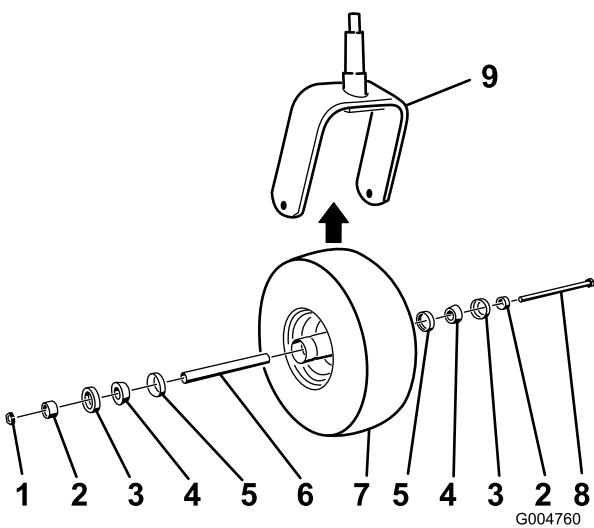

Bild 54
2. Entfernen Sie die Sicherungsmutter von der Schraube, mit der das Laufrad an der Gabel befestigt ist (Bild 54).
5. Montieren Sie das Laufrad, indem Sie die konischen Lager und Dichtungen, die mit Schmiermittel gefüllt sind, in die Radnabe drücken, siehe Bild 54 für die Positionierung.